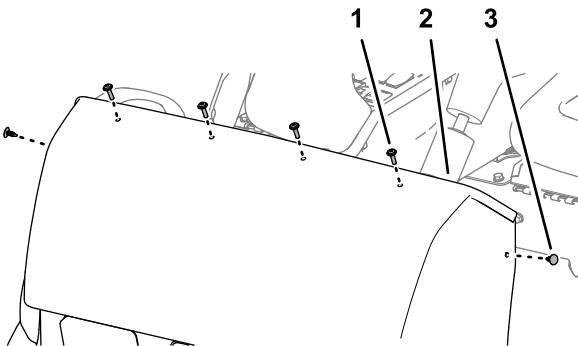

図 61
5. フードをダッシュサポートに固定しているプラスナベネジ( $1/4'' \times 1''$ )4本を取り外す(図 61)。
6. フードをダッシュサポートに固定している押し込み式ファスナー2個を取り外す (図 61)。